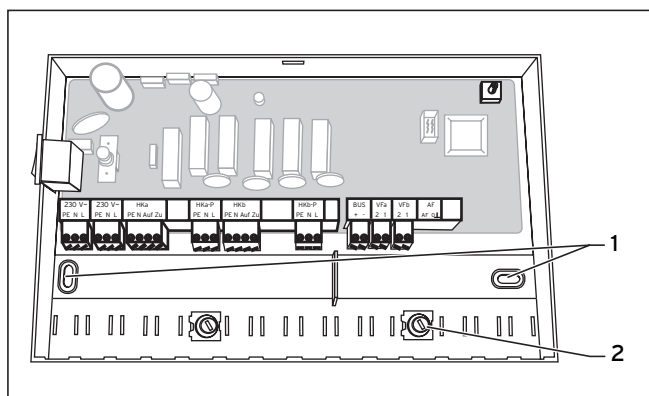

Abb. 4.2 Montage des Mischermoduls VR 60
- Sichern Sie alle Leitungen mit den beiliegenden Kabelklemmen (Abb. 4.2 (2)).